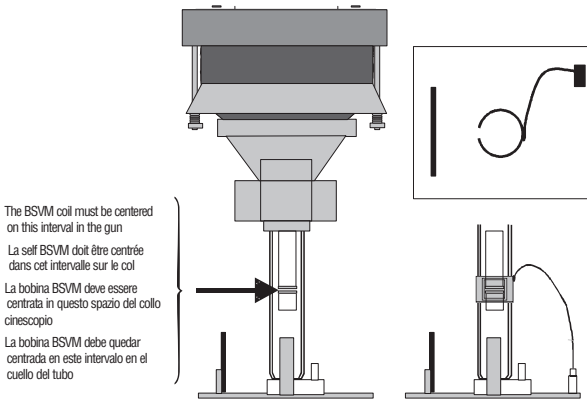
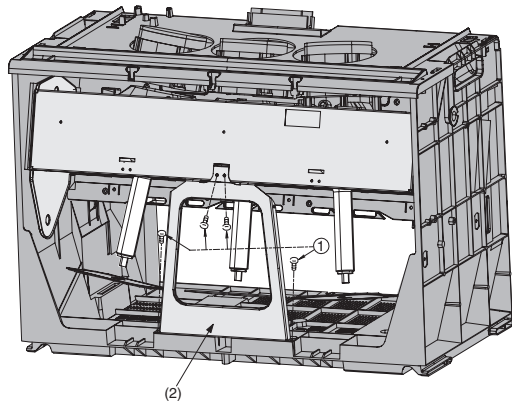

Fig. 4
Fig. 5
8. Remove the screws (1) and the reinforcement part (2) (Fig. 5) from the Kit Box.
8. Retirer les vis (1) et le raidisseur métal (2) du kit Box (Fig.5).
- . Après la mise en place du déviateur repositionner et centrer le flexiboard (Self BSVM) sur le col du tube comme indiqué en Fig.4. Le cable de connexion doit sortir côté vis de maintien du déviateur. Fixer la bobine avec l'adhésif.
- (IT)**
8. Rimuovere le viti (1) e il supporto (2) (fig5) dal Kit Box.
- (ES)**
8. Quitar los tornillos (1) y el refuerzo (2) (Fig. 5) de la caja soporte